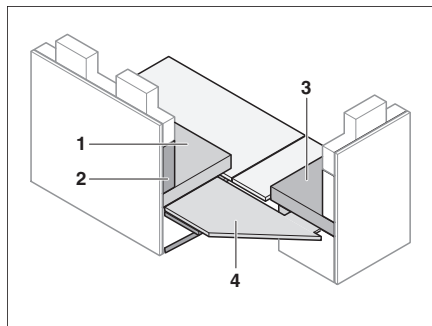

Fig. 148 Placer la plaque de renforcement
- Placer la plaque de renforcement (Fig. 148,4) sur la rallonge de la banquette.